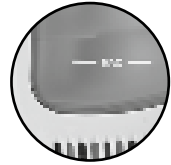

Bild 6
- Om nivån i smutsvattentanken når markeringen „MAX“ (se bild 6) måste tanken tömmas.